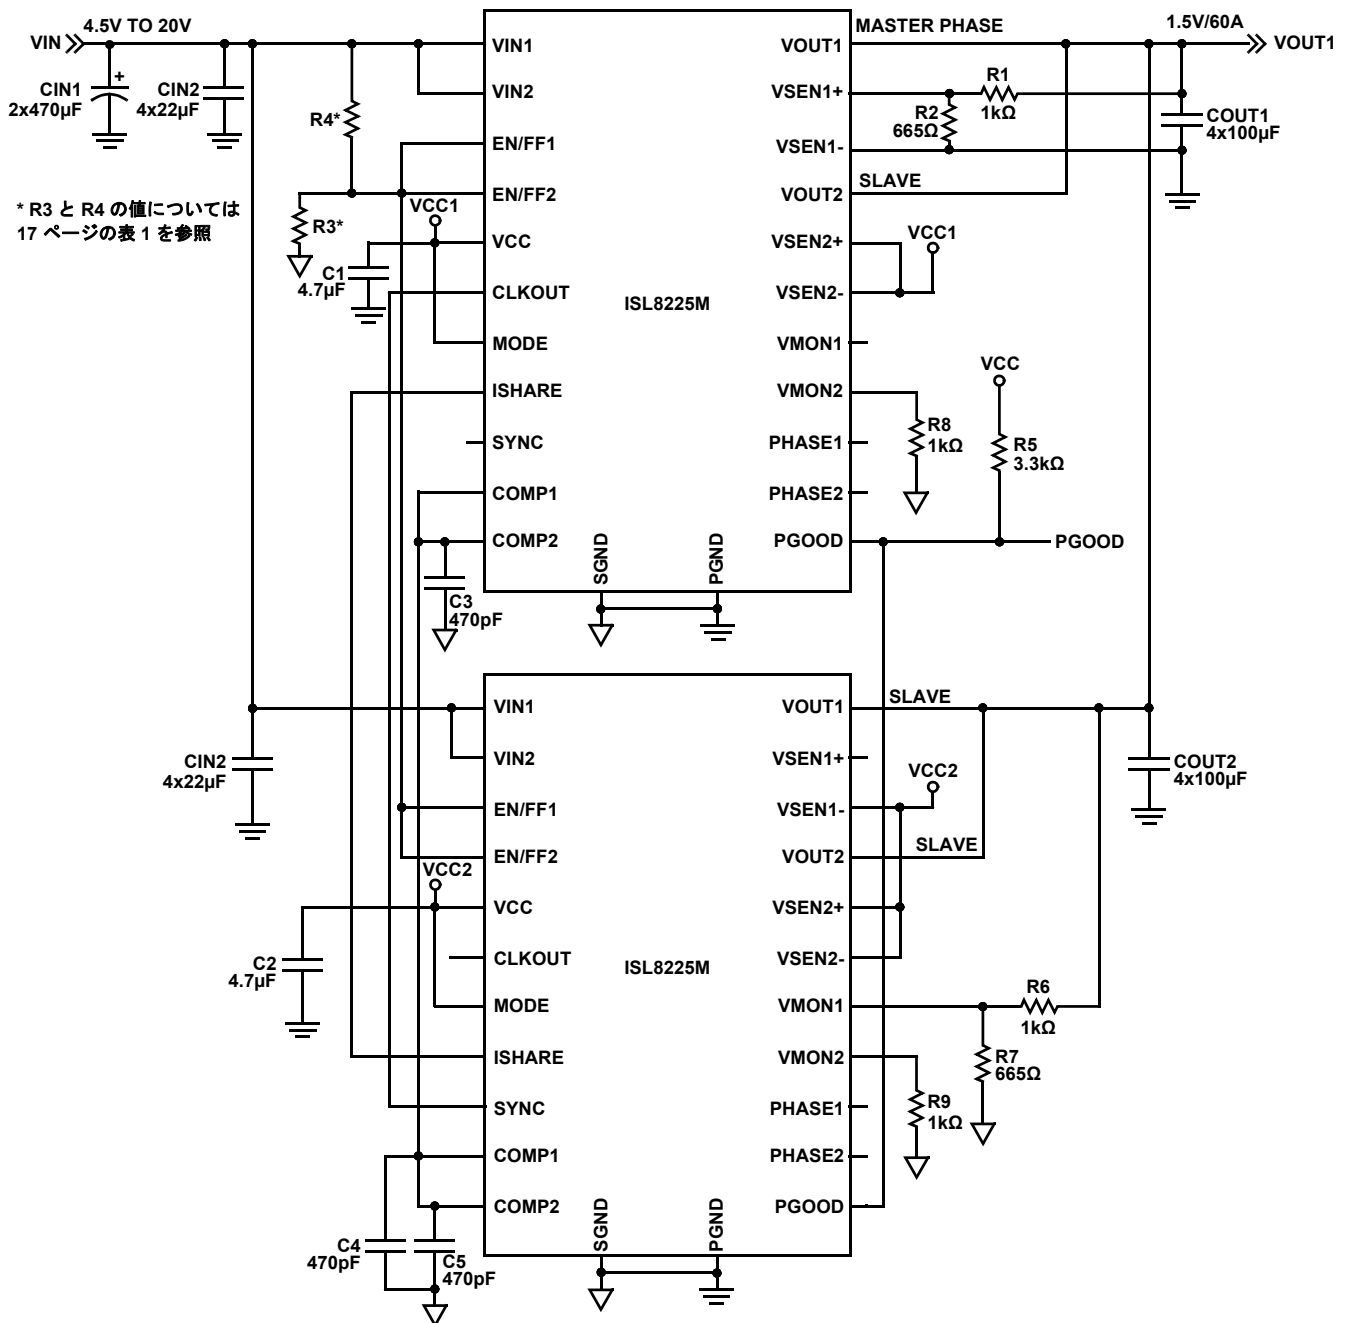
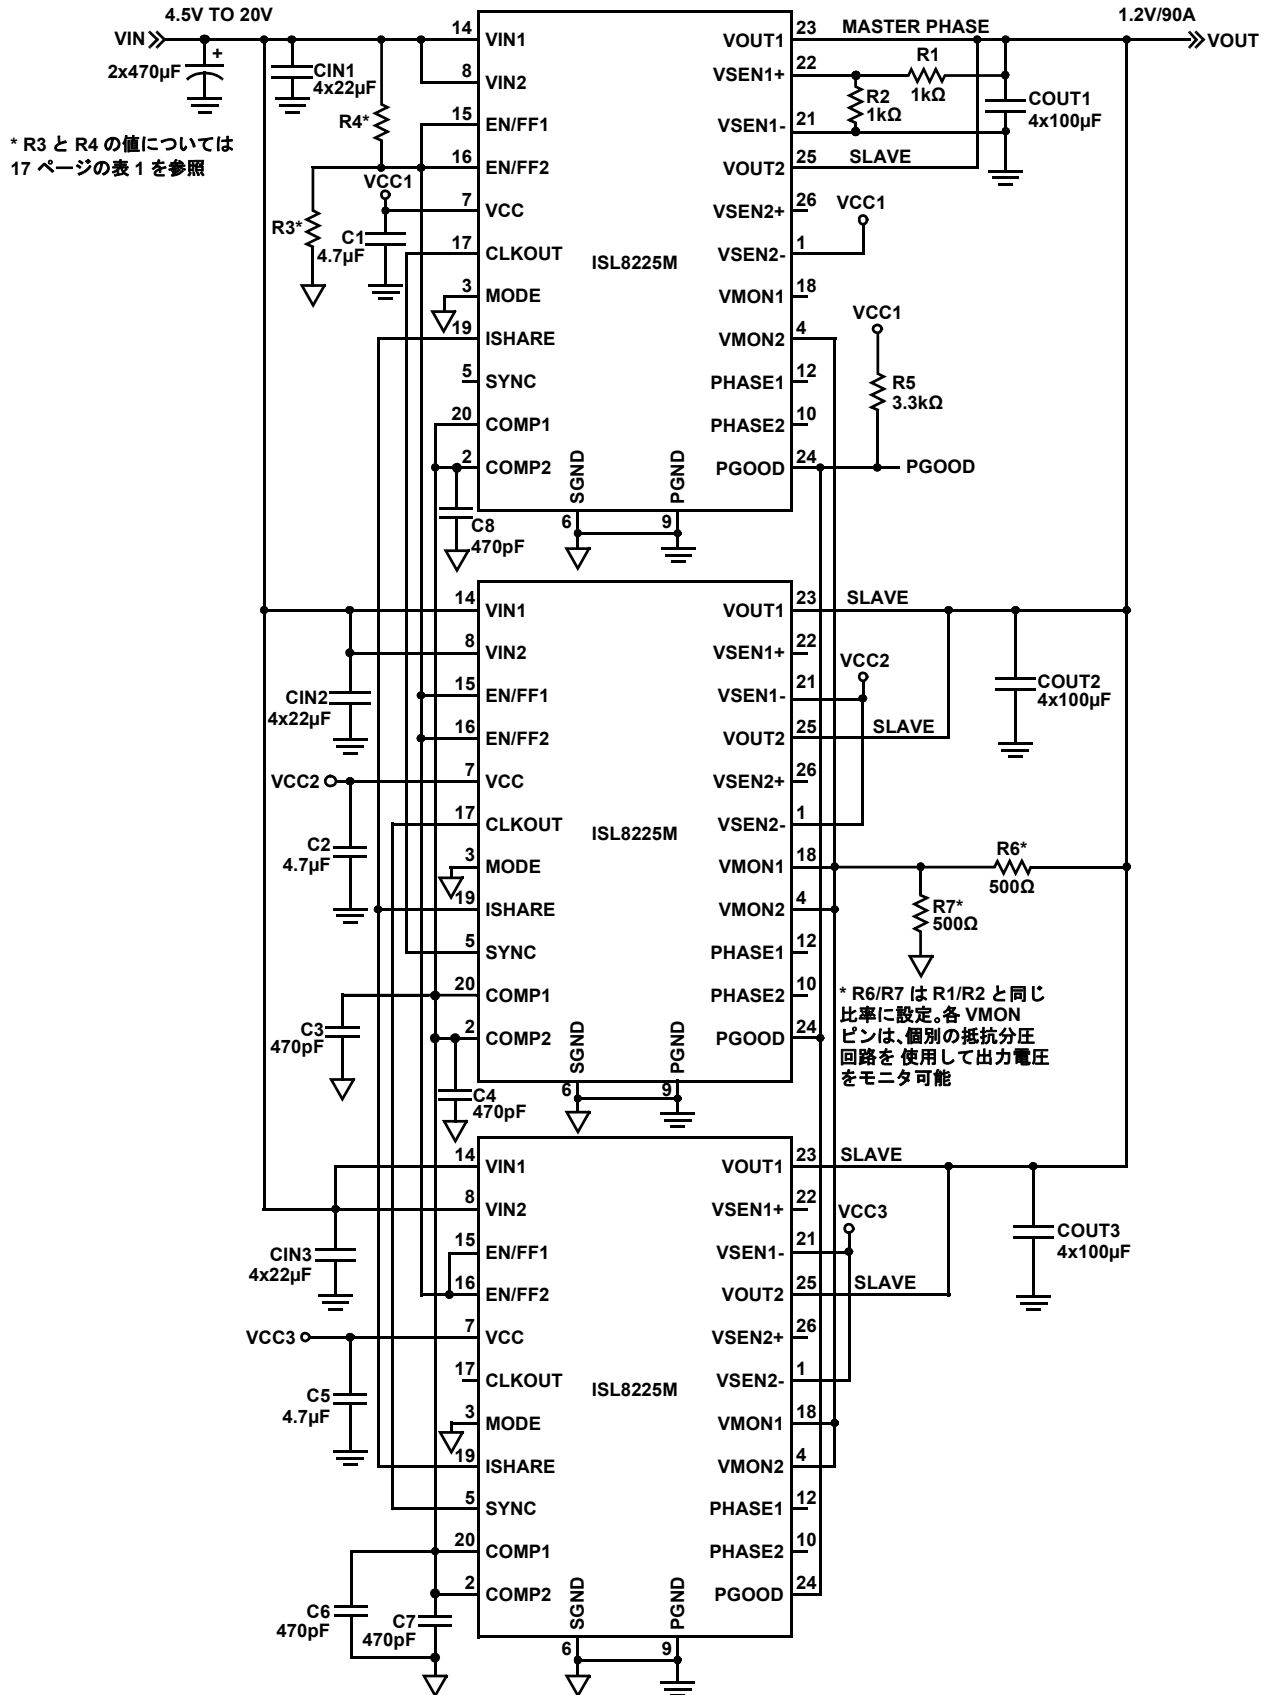

図 22. 90° インターリーブ採用、1.5V/60A 出力の 4 フェーズ並列化
図 24. 90A/1.2V 出力の 6 フェーズ回路
- 「VMON1」は、このピンを同一モジュールの VMON1 ピンに接続することを表しています。「Divider」は、抵抗分圧回路を VOUT と SGND の間に接続することを表しています (図 24 を参照)。「1k Ω 」は、1k Ω 抵抗をこのピンと SGND の間に接続することを表しています (図 22 を参照)。